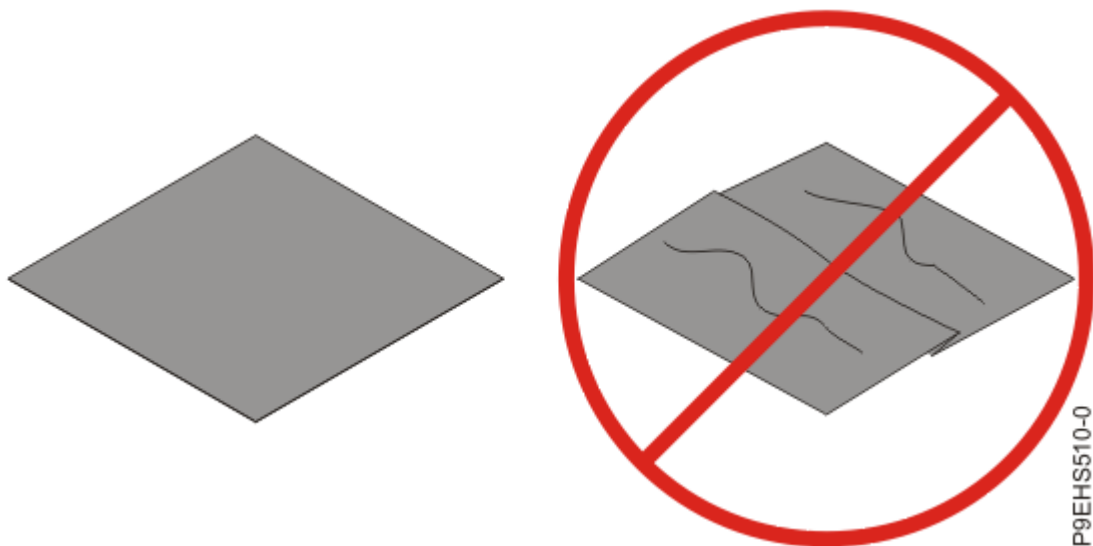

Abbildung 26. Material der Thermoschicht überprüfen
- 4. Überprüfen Sie das Material der Thermoschicht (Thermal Interface Material, TIM) auf sichtbare Beschädigungen, siehe Abbildung 26 auf Seite 29.